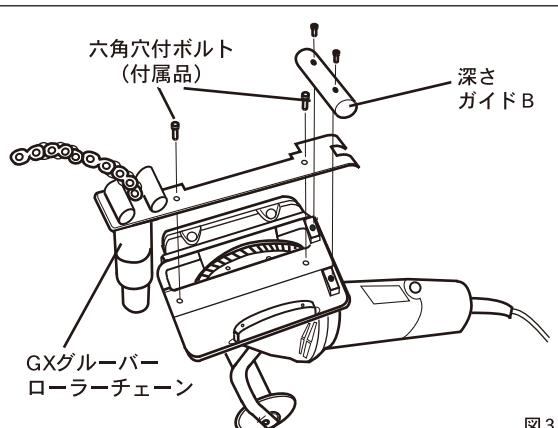

図3
GXグルーバー溝切機 (GXG-105)への取付け (図3)
- ①GXグルーバー溝切機の深さガイドBを取り外してください。
- ②GXグルーバーローラーチェーンを図3の位置に取付け、付属の2本の六角穴付きボルトでしっかりと固定してください。
- ③深さガイドBを再度もとの位置に取付けてください。